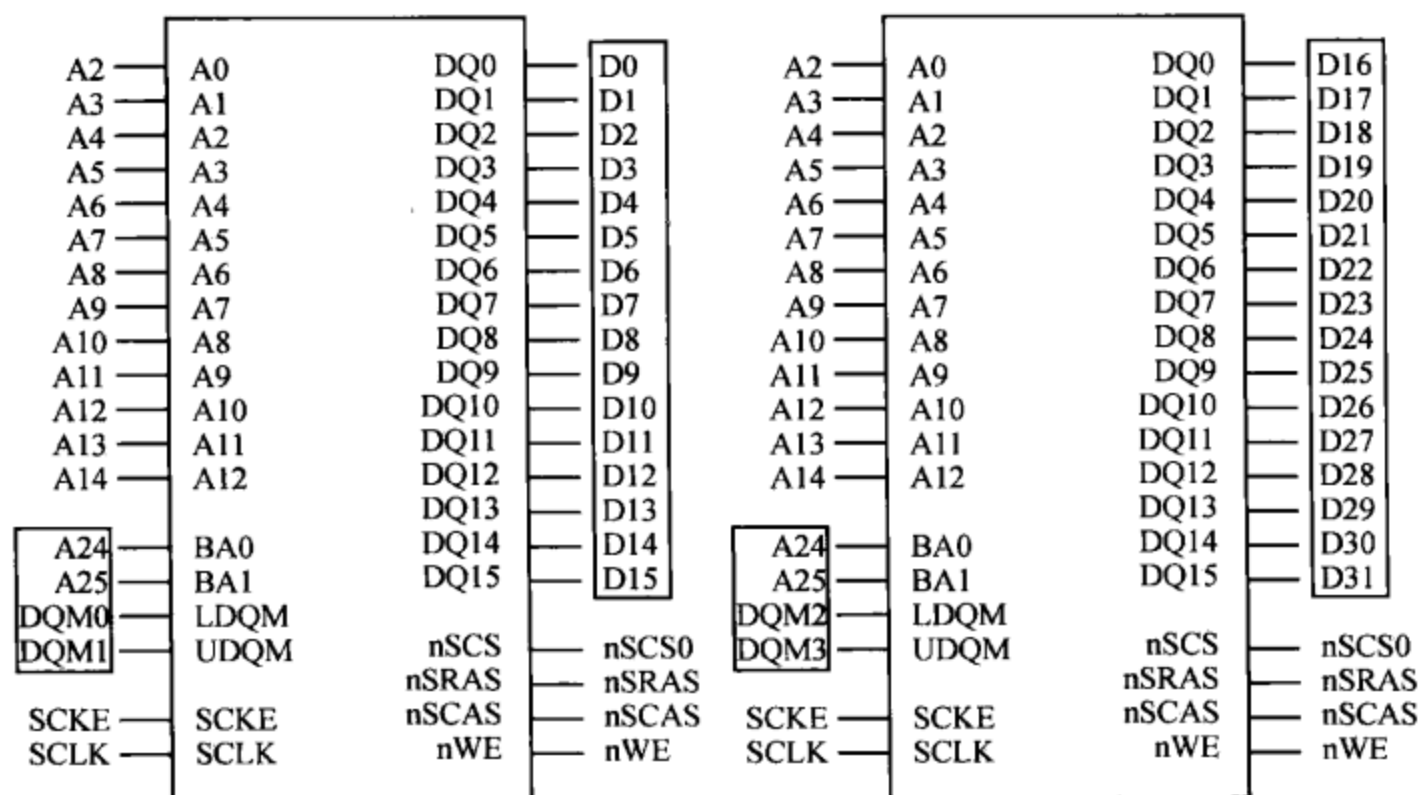

图 2-52 S3C2440 16 位宽内存芯片
(2) 确定其他接线。SDRAM 内存是焊接在 BANK6~BANK7 上的, 其焊接引脚, 如图 2-52
图 2-52 是 S3C2440 提供的两片 16 位芯片并联连接示意图, A_n 是 CPU 地址总线, 其中 $A_2 \sim A_{14}$ 为内存芯片寻址总线, 之所以地址寻址总线从 A_2 开始是因为内存地址都是按字节对齐的, A_{24}, A_{25} 为 L-Bank 片选信号, D_n 为 CPU 数据总线, 其他为对应控制信号线, 如表 2-16 所列。